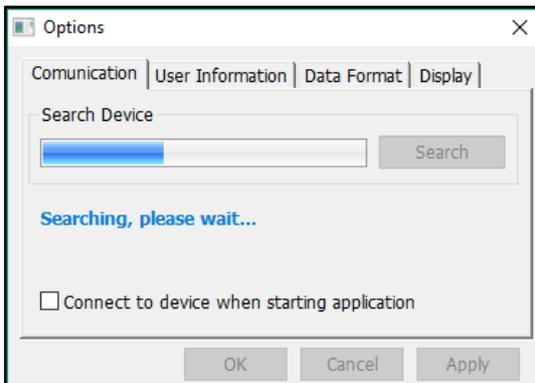

Fig. 2.6-3 Ricerca automatica
- Attendere la ricerca automatica dello strumento (Fig.2.6-3)